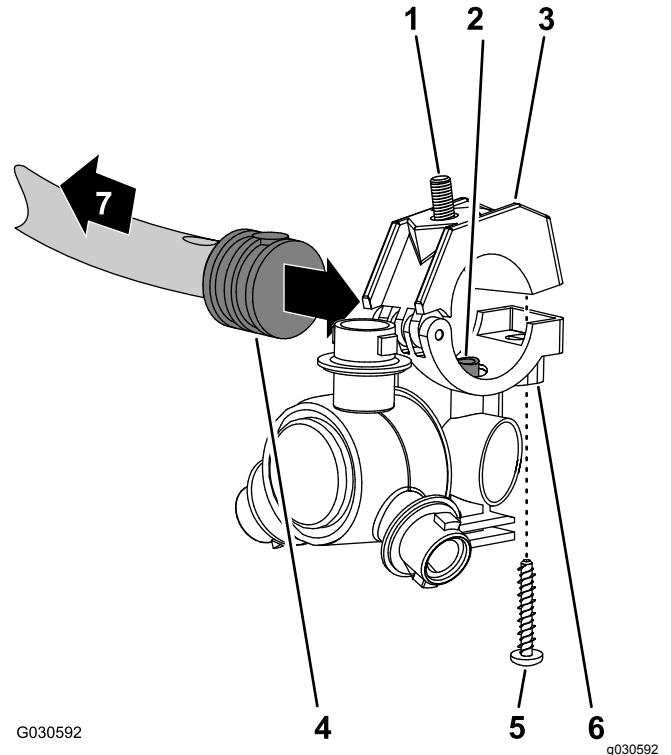

图131
- 将喷嘴鞍座中的转接管图131 与单宝塔软管柄 1/2 英寸一侧中的孔对齐。
- 闭合夹具上半部分将宝塔软管柄夹在其中然后使用不锈钢螺丝 #12 x 1 1/4 英寸将夹具上半部分与喷嘴主体图131 固定到一起上紧不锈钢螺丝扭矩至 14~18N·m。